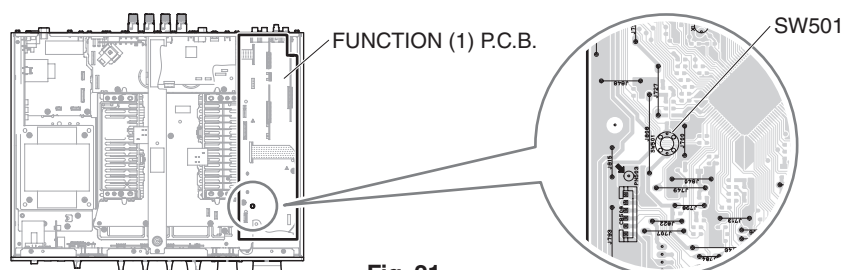

Fig. 21
2. While pressing the SW501 of FUNCTION (1) P.C.B., press the "⏻" (power) switch. (Fig. 21)
2. FUNCTION(1) P.C.B. の SW501 を押しながら "⏻" (電源) スイッチを押します。(Fig. 21)